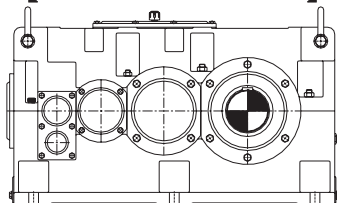

Figura 1
- ▶ Os redutores deverão ser movimentados, utilizando-se das manilhas calçadas nos quatro furos superiores (para tamanhos 16 a 65) ou furos na parte superior da carcaça (tamanhos 10 a 14) - figura 1